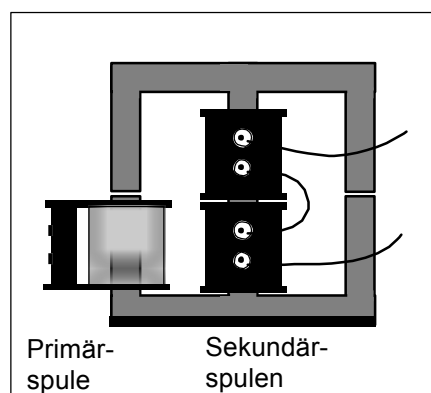

Abb. 2
3. Ersetzen Sie nun die Spule mit 800 Wdg. gegen zwei mit je 400 Wdg. und schalten diese in Reihe, wie in Abb. 2 gezeigt. Verbinden Sie die offenen Enden des Sekundärspulenpaares wieder mit einem 1000 Ω Widerstand als Lastwiderstand. Wiederholen Sie die Messungen wie in Schritt 2 beschrieben und tragen die Ergebnisse ebenfalls in Tabelle 4.1 ein.